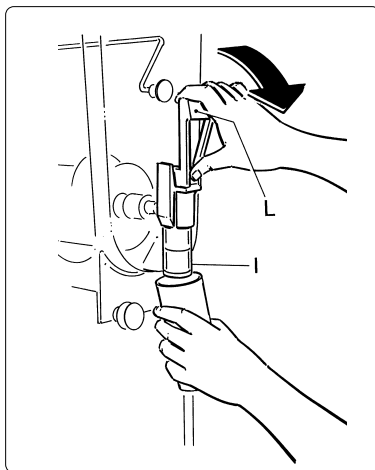

Fig. 8
- a) Pour distribuer le produit, placez un verre sous le robinet (I) et baissez le levier (L) (voir la fig. 8).